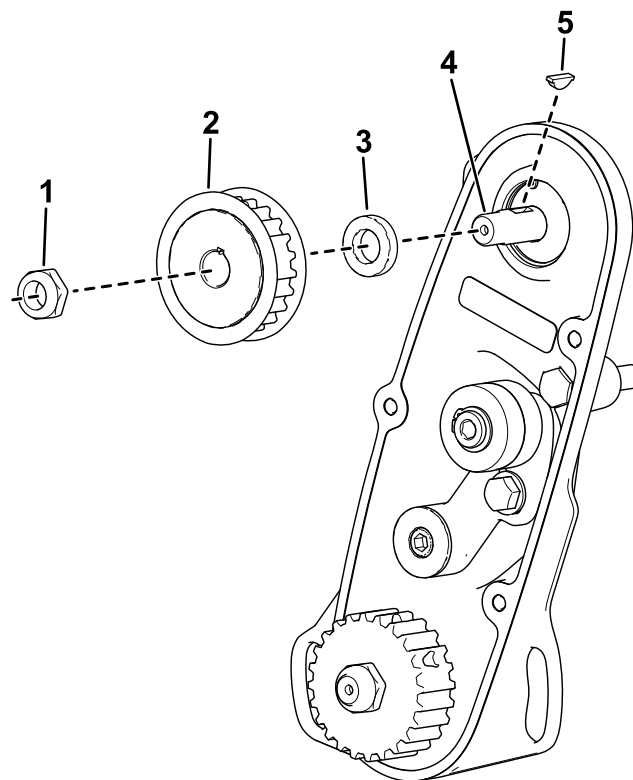

Figura 6
B. Montați distanțierul (**Figura 6**).
C. Montați cheia în canalul de cheie al arborelui de acționare (**Figura 6**).
D. Montați fulia (**Figura 6**).
E. Utilizați piulița pentru a fixa noul arbore de acționare a cilindrului la nivelul ansamblului (**Figura 6**).